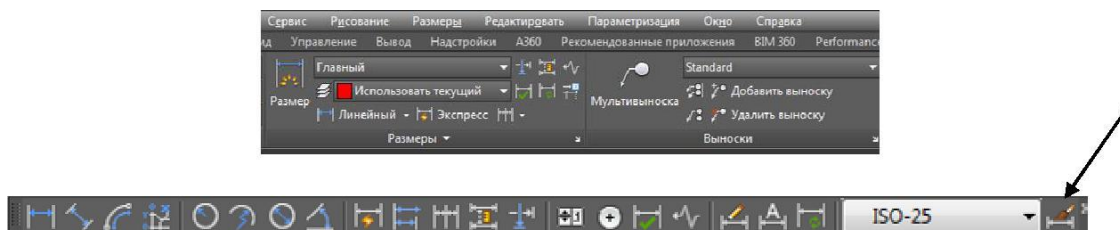
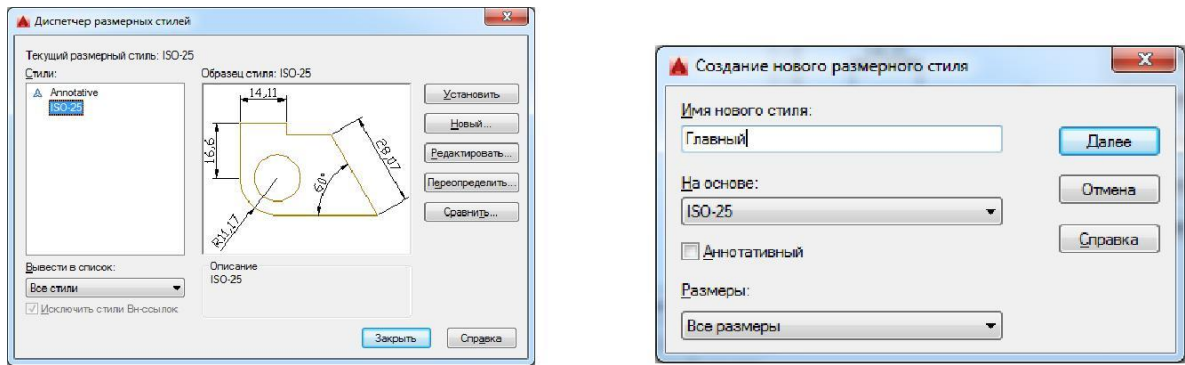

Рис.1.
Рис. 2.
Диалоговое окно настройки размерного стиля (см. рис.2). "Диспетчер размерных стилей" вызывается из падающего меню *Размеры* □ *Стиль...* или *Формат* □ *Размерные стили* или кнопкой на вкладке "Аннотации" □ *Размеры* или кнопкой на панели инструментов *Размеры* (см. рис.1).
Для создания нового размерного стиля щелкните на кнопке "Новый". В окне диалога (рис.2) задайте имя нового стиля и установите тот стиль, который собираетесь взять за основу. Нажмите клавишу Далее
7. Для простановки размеров служат падающее меню, плавающая панель инструментов и экранное меню. Плавающая панель инструментов представлена на рис.1.